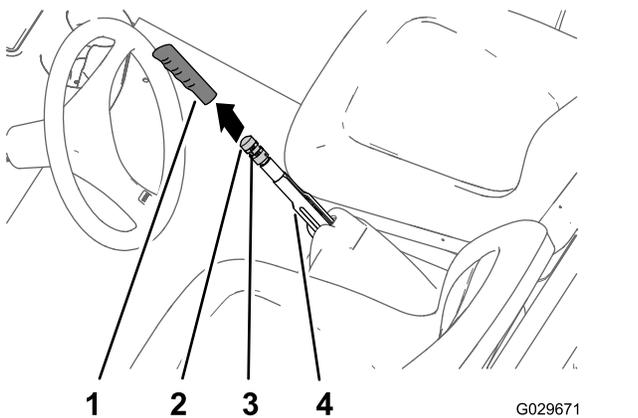

Figura 56
1. Retire a pega da alavanca do travão de estacionamento (Figura 56).
2. Desaperte o parafuso de ajuste que fixa o manípulo de ajuste do travão à alavanca do travão de estacionamento (Figura 56).
para engatar a alavanca do travão de estacionamento (Figura 56).
4. Aperte o parafuso de ajuste e instale a pega (Figura 56).
- C. Rode o manípulo de ajuste do travão (Figura 56) até que 133 a 156 N seja necessário para engatar a alavanca do travão de estacionamento.
- Aperte o parafuso de afinação e instale a pega (Figura 56).